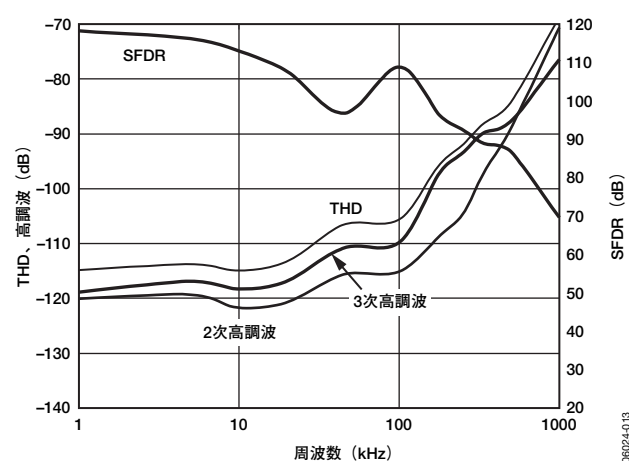

図13. THD、高調波、SFDRの周波数特性
- ドライバは、AD7643のTHD性能に見合うTHD性能を持っている必要があります。図13に、ドライバが満たすべきTHDの周波数特性を示します。